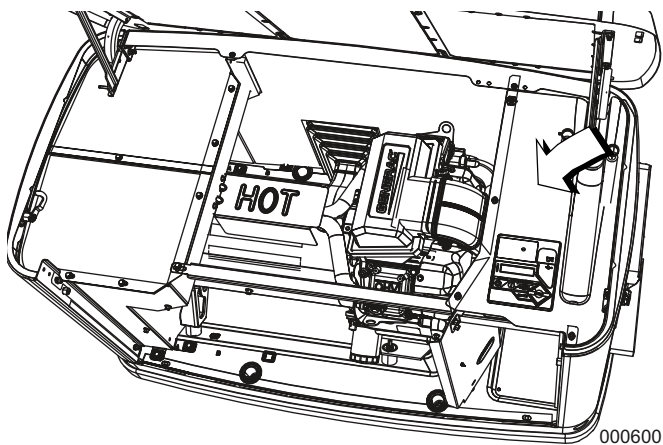

Figure 2-4. Vérification de la présence de dommages
7. Une fois le couvercle ouvert, retirez le panneau d'accès avant en le soulevant vers le haut et l'extérieur. Retirez également le panneau noir (indiqué par la flèche) situé en haut de la zone de branchement du client. Voir la **Figure 2-4**.